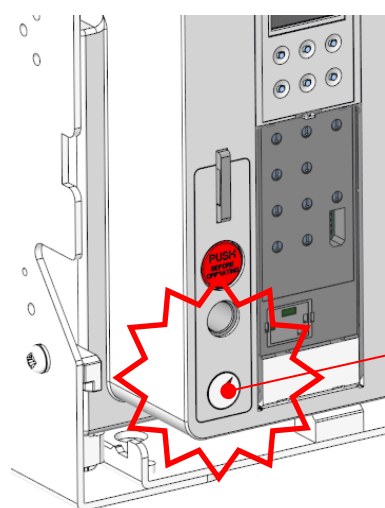

FIG 4
4. 그런다음, 인출입핸들을 이용하여 ACB를 크레들에 Connected position까지 이동시킨다. [FIG 4,5,6]
4. And the ACB Body must be inserted into the cradle at connected position by using Racking handle [Fig 4,5,6]